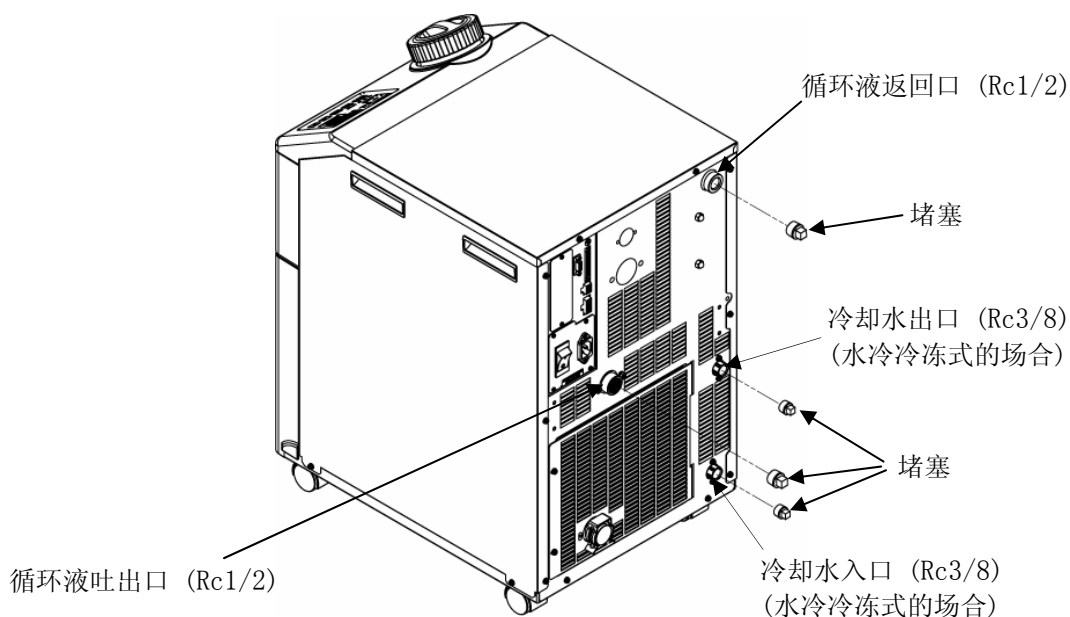

图 7-5 堵塞的安装
9. 请参考图 7-5 堵塞的安装。安装本产品的循环液吐出口和返回口的堵塞 (Rc1/2)，和冷却水输入输出 (水冷冷冻式的场合) 的堵塞 (Rc3/8)。